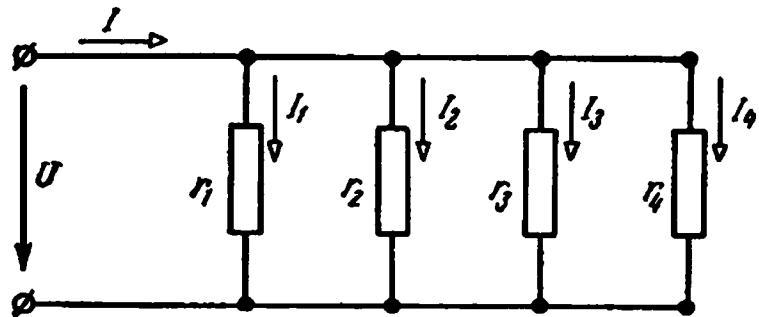

Рис. 1.35. Схема к заданию 1
*Задание 1:* вычислить эквивалентную проводимость  $g$  и эквивалентное сопротивление  $r$  цепи (рис. 1.35), напряжение  $U$  на зажимах цепи и токи в параллельных ветвях, если ток  $I = 46,2 \text{ A}$ ,  $r_1 = 10 \text{ Ом}$ ,  $r_2 = 50 \text{ Ом}$ ,  $r_3 = 20 \text{ Ом}$ ,  $r_4 = 25 \text{ Ом}$ .